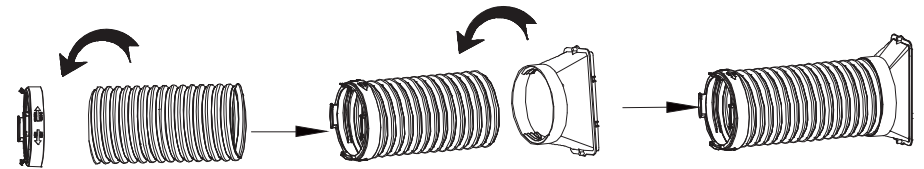

Fig.1
1. Installare il gruppo del tubo di scarico (come illustrato in Fig.1).